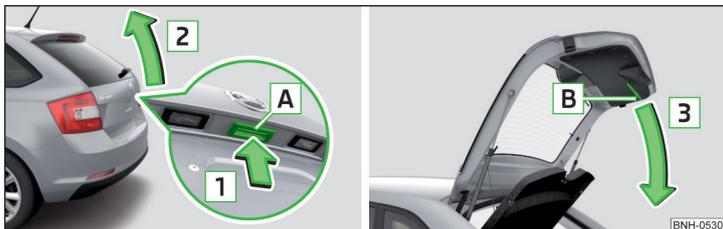

Fig. 42 Abrir/cerrar la tapa del maletero
- > Presionar la tecla **A** en sentido de la flecha **1** » fig. 42.